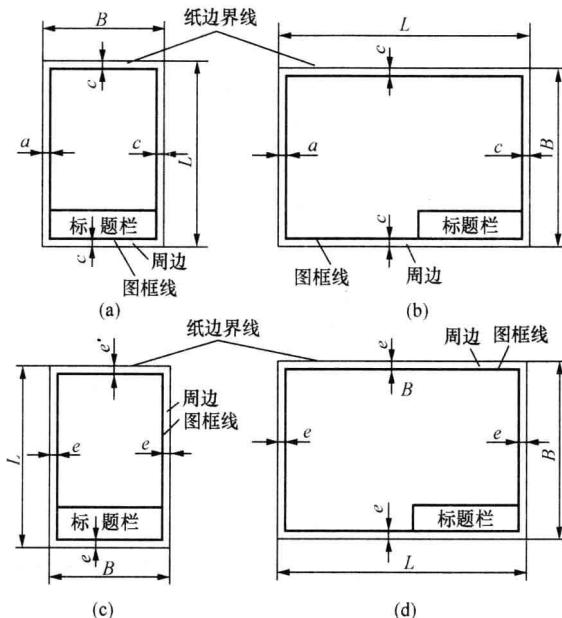

图 1-2 图框格式
(1) 图样幅面、格式及比例。图样幅面应优先采用表 1-2 及图 1-2 规定的图样幅面尺寸，必要时可沿长边加长。对于 A0、A2、A4 幅面的加长量应按 A0 幅面长边的 $1/8$ 的倍数增加；对于 A1、A3 幅面的加长量应按 A0 幅面短边的 $1/4$ 的倍数增加。A0 及 A1 幅面也允许同时加长两边。
需装订的图样，其图框格式如图 1-2 (a)、(b) 所示；不需装订的图样，其图框格式如图 1-2 (c)、(d) 所示。图框线用粗实线绘制。